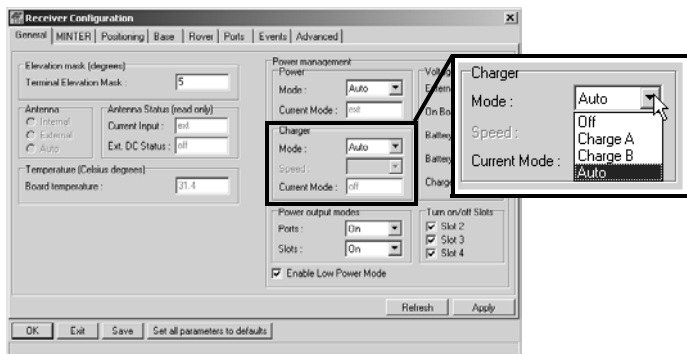

Figura 2-4. Seleccione Charger Mode (Modo del Cargador)
4. Seleccione la lista desplegable *Charger Mode* (Modo del Cargador) para definir el modo de carga deseado (Figura 2-4 en la página 2-8). *Current Mode* muestra la batería que se está cargando: a, b o ninguna (apagado).